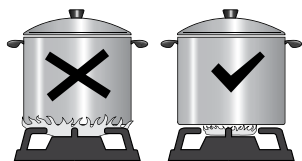

Fig. 3
- Procurar deixar as chamas de modo que fiquem inteiramente cobertas pelo fundo da panela, obtendo assim um melhor aproveitamento da energia (fig. 3).